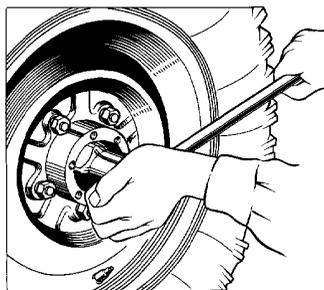

Рис. 6.9. Регулировка подшипников ступиц
6. Затянуть гайку регулировки подшипников ступицы с помощью ключа и лопатки-воротка усилием одной руки (рис. 6.9).